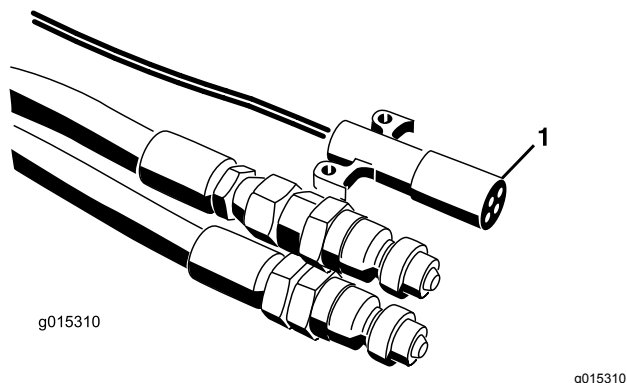

**Figura 20**
6. Conecte las 2 mangueras hidráulicas de la máquina al vehículo de remolque. Mirando la máquina de frente, conecte el manguito derecho al lado de presión y el manguito izquierdo al lado de retorno (Figura 20). La manguera de retorno tiene 1 válvula de retención unidireccional en línea. La flecha de la válvula auxiliar debe apuntar hacia el conector de retorno del vehículo de remolque.